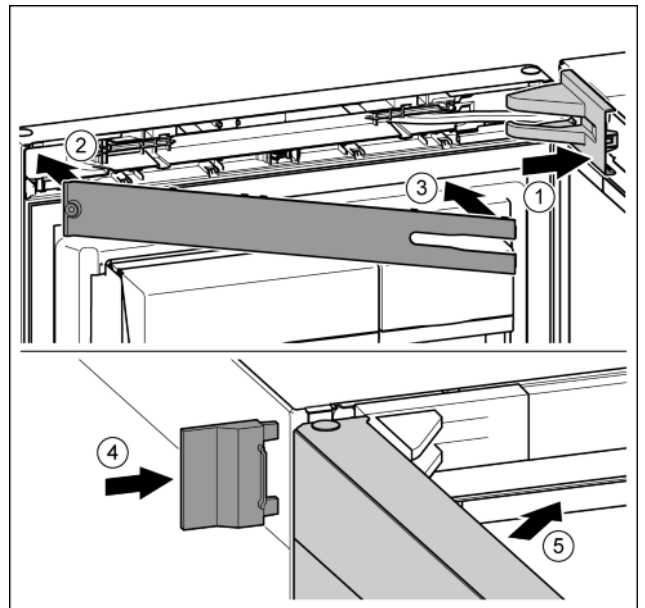

Fig. 23
- ▶ Afdekking van de lagerbus aanbrengen en vastklikken, en indien nodig, voorzichtig uit elkaar drukken. Fig. 23 (1)
- ▶ Paneel aanbrengen. Fig. 23 (2)
- ▶ Paneel naar binnen draaien en vastklikken. Fig. 23 (3)
- ▶ Buitenste afdekking erop schuiven. Fig. 23 (4)
- ▶ Bovenste deur sluiten. Fig. 23 (5)